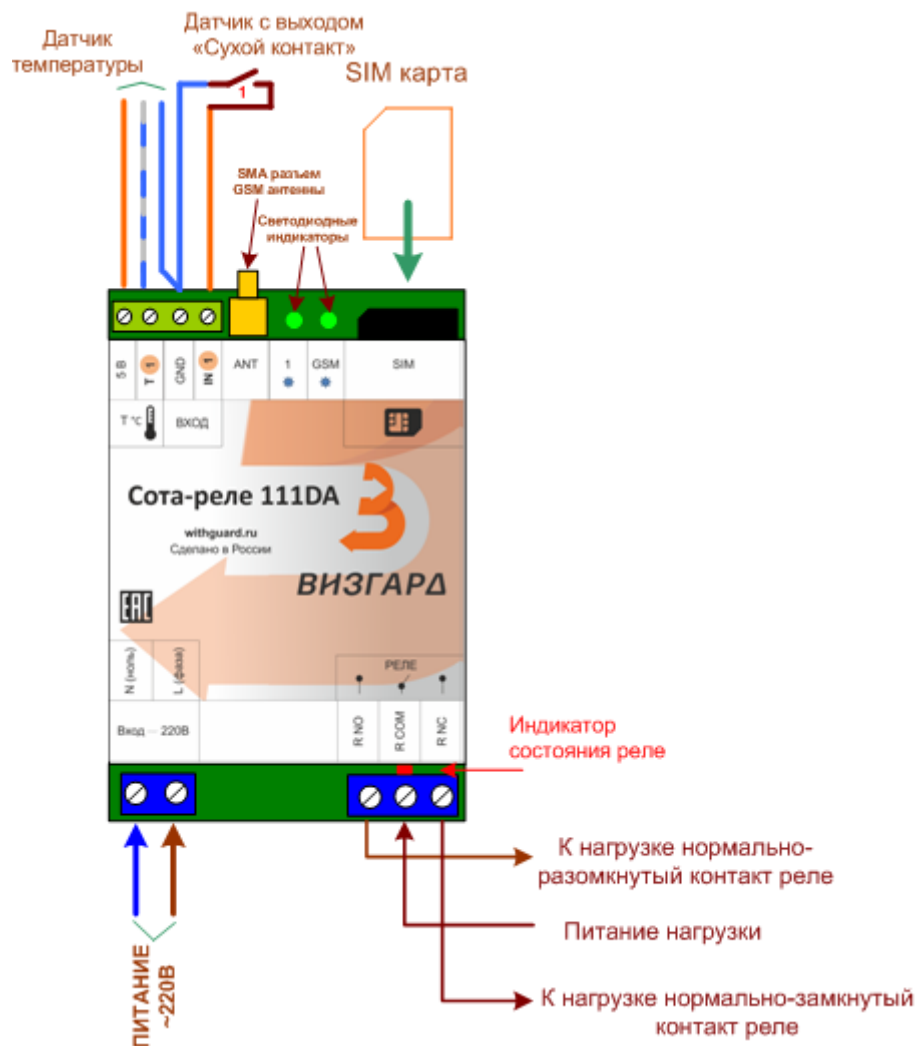

Рис.1 Схема Cota-реле 111DA
1. Сделайте необходимые подключения согласно рис.1.
Для подключения необходимо удалить данную перемычку и подключить освободившиеся клеммы котла к контактам «R COM» и «R NO» контроллера (см. рисунок 1).